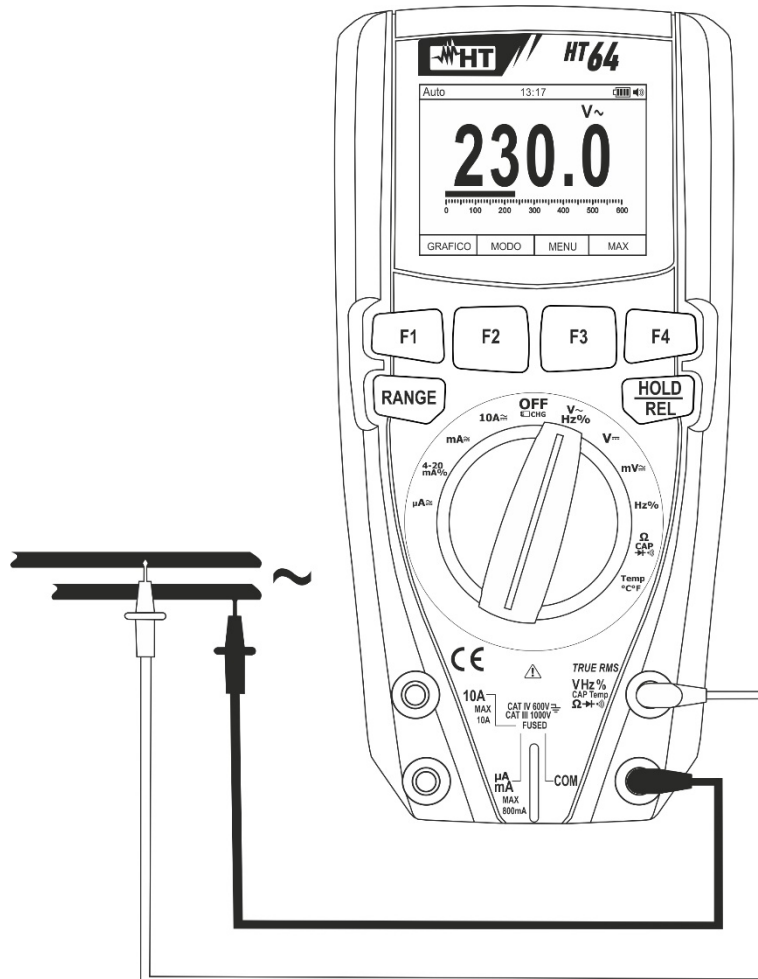

Abb. 23: Verwendung des Gerätes für Wechsellspannungsmessung
4. Verbinden Sie die rote Messleitung und die schwarze Messleitung mit den gewünschten Messpunkten des zu messenden Kreises (siehe Fig. 23). Der Spannungswert erscheint auf dem Display.